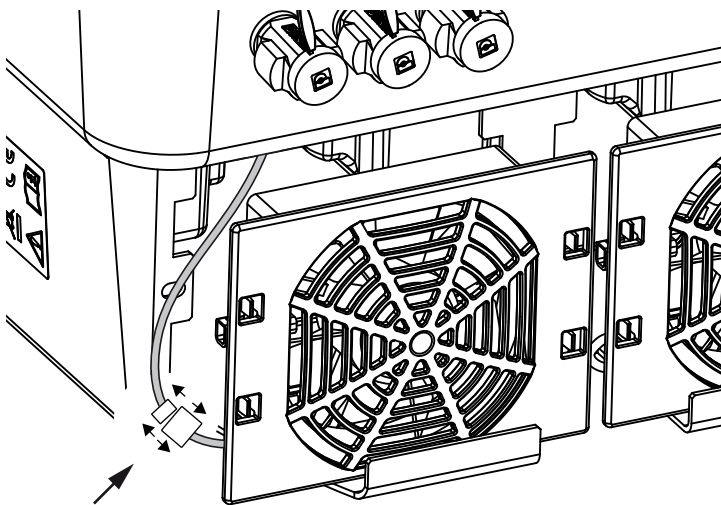

Fig. 75: Retirar el cable del ventilador
4. Extraer la unidad del ventilador completamente de la carcasa. Para ello, separar la conexión de enchufe del cable del ventilador. **Fig. 75**